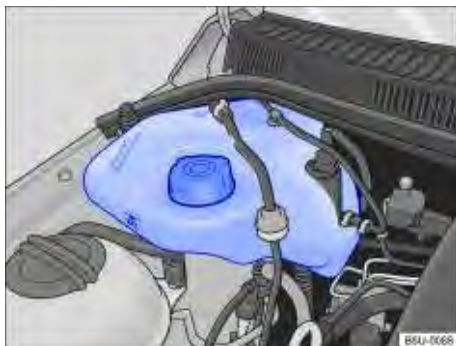

Fig. 135 No compartimento do motor: reservatório de gasolina para o sistema de partida a frio.
O reservatório de gasolina do sistema de partida a frio encontra-se no compartimento do motor, no lado direito \Rightarrow Fig. 135.
- Nunca ultrapassar a marca “MAX” indicada no reservatório \Rightarrow Fig. 135.